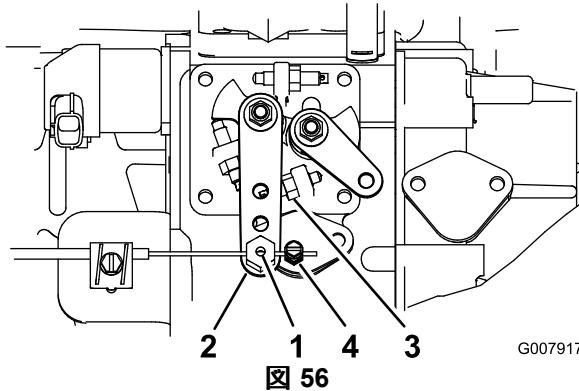

図 56
2. 燃料噴射ポンプのレバーの隣にあるスロットルケーブルのコネクタをゆるめる図 56。
3. インジェクションポンプレバーのアームをハイアイドルストップに当てる図 56。